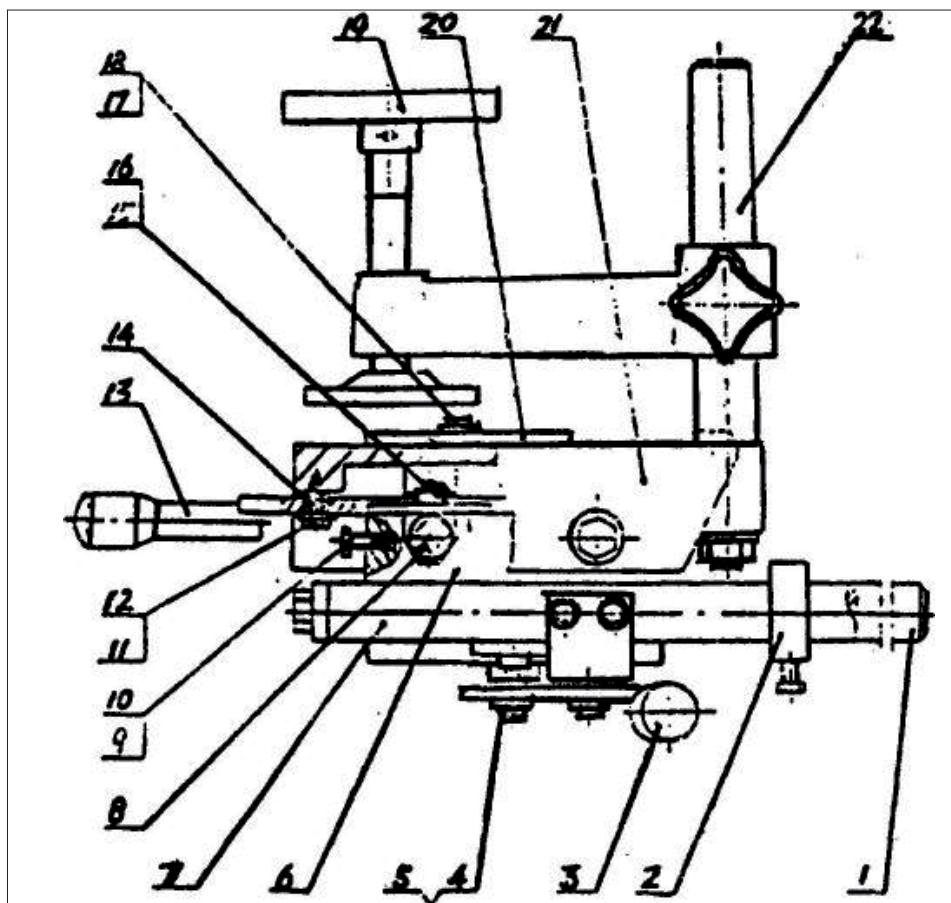
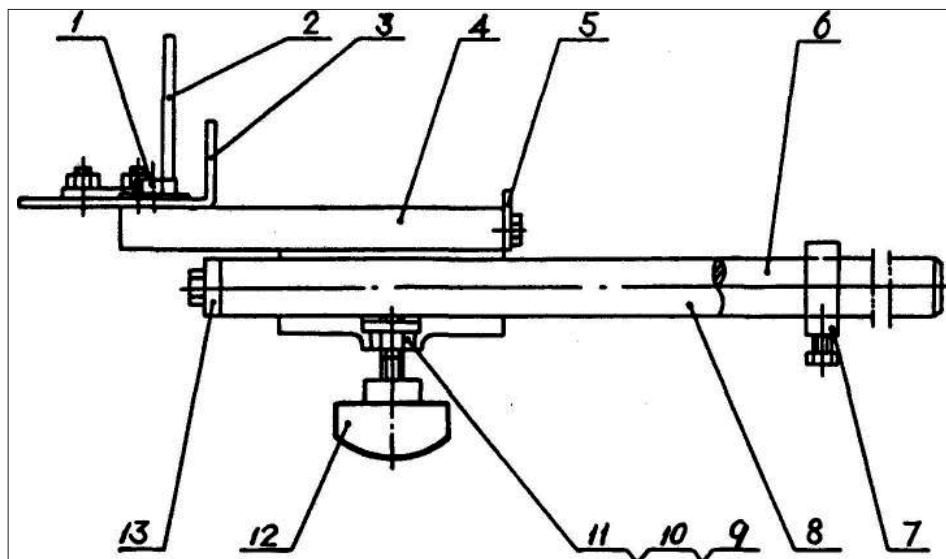

Рис. 2 Сверлильный блок тип А
Рис. 3 Сверлильный блок тип В
- Имеется два типа блоков такого рода деталей. Тип А (см. Рис. 2) и тип В (см. Рис. 3). Мы обычно предоставляем сверлильный блок типа В, однако по запросу клиента, мы можем также предоставить и тип А.
- После установки сверлильного блока типа А, как показано на Рис. 2, поместите роликовые направляющие 1 и 7 в контрольные отверстия подвижного основания 17, как показано на Рис. I, и закрепите его.
- Либо после установки сверлильного блока типа В, как показано на Рис. 3, поместите роликовые направляющие 6 и 8 в контрольные отверстия подвижного основания 17, как показано на Рис. I, и закрепите его.
#### Сверлильный блок тип А (Рис. 2)
#### Сверлильный блок тип В (Рис. 3)